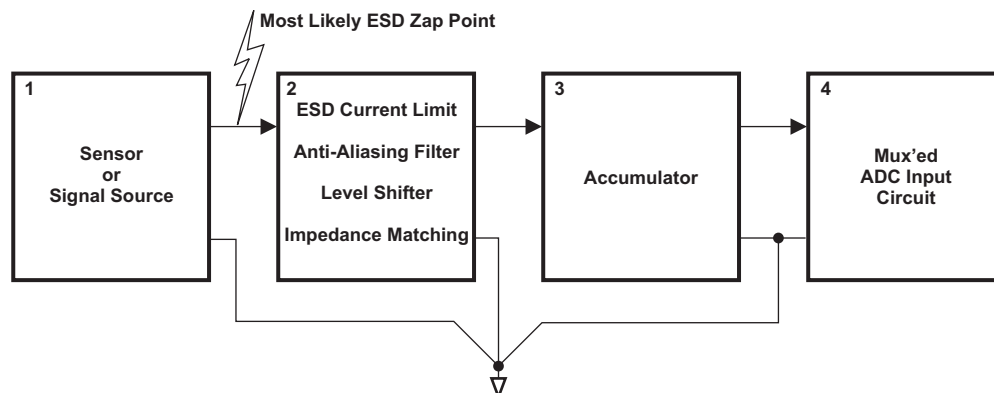

图 1. 系统模型
首先，检查使用 ADC 的整体环境。ADC 系统模型应该包括从传感器或信号源到模数转换器内部的所有物件。图 1 把系统分为四个可以单独讨论的不同区块。
- 块 2:** 最好将它描述为一个匹配电路。如在图 1 所示，它要满足许多同时要求。它必须保持 ESD 入口点（如适用）和 ADC 输入引脚之间至少有足够的串联电阻来保护 ADC 输入免受损坏。例如，为了通过 4KV 接触模型 ESD 测试，在变换进入点和 ADC 引脚之间就至少需要约 3000Ω 的电阻（大多数 ADC 都有 2KV ESD 保护）。只要被数字化，有一点上面没有提到的重要信息是，不应将一个大于无效电平的那奎斯特频率引入已采样的信号。这意味着 -67 分贝用于 10 位或 79 分贝用于 12 位。一旦噪音被数字化，它是可以与所需信号区分开来的，所以它最好比较小！因此，一个低通滤波器（抗混叠滤波器）的截止频率必须被有所安排地被定位在所需最大信号频率， $f$ ，和输入通道采样频率， $F_s/2$ （那奎斯特频率）的一半之间。由于某些物件充电速度不够快，例如热敏电阻器的输出，所以该过滤器是选配的。往往需要一个电平转换器把输入信号峰值电平与 ADC 输入的额定 3.3V（或着对于某些 ADC，为 5V）摆幅相匹配，以此来优化整体动态范围。该电路可以与作为一个分压器的两个电阻器一样简单，一个就像一个运算放大器的有源电路，或一个精密的自动增益控制 (AGC) 电路，就像一个与可变磁阻转速传感器一起使用的电路一样。阻抗匹配通常需要更高阻抗传感器或电平转换器与块 3 和 4 的要求相匹配。对于一个给定的通道，块 3 和 4 的阻抗要求取决于该通道的采样频率， $f_s$ 。而对于块 2 中的前三项，设计人员一般都能很好理解；对于 ADC 输入的源阻抗的真正要求有时会被误解。了解 ADC 的源阻抗要求是本应用说明的关键。